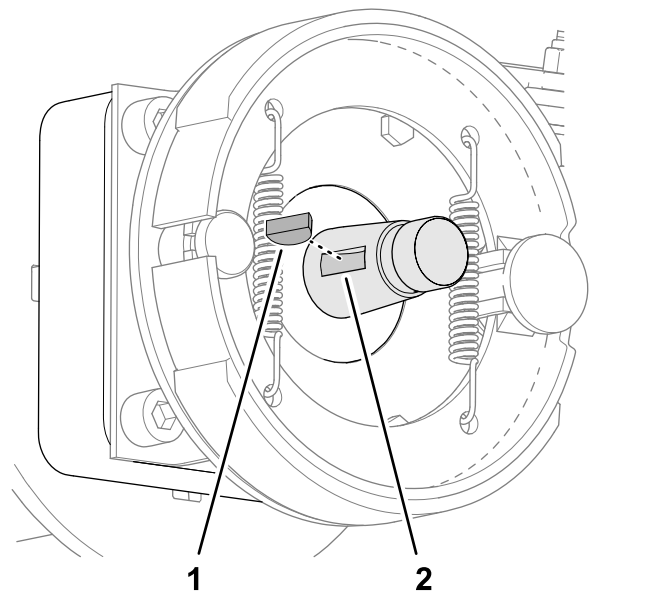

Bild 65
5. Entfernen Sie die Passfeder von der Radmotorwelle (Bild 65).